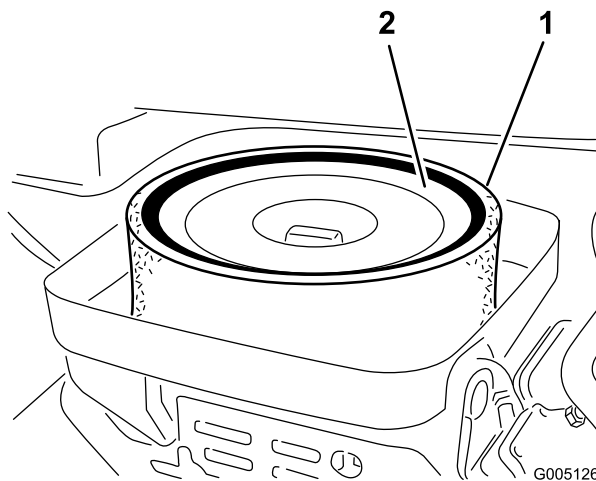

図 43
3. スポンジ（図 43）を点検し、汚れていればペーパーエレメントから外す。以下の要領で丁寧に清掃してください：